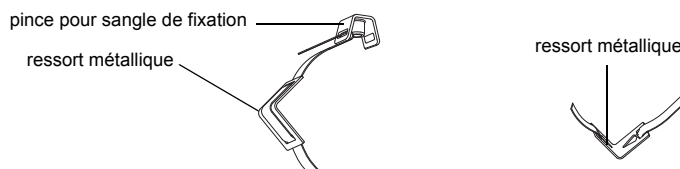

Fig. 9.36: Sangle de fixation avec ressort métallique et pince pour sangle de fixation
- Si nécessaire, faites passer l'extrémité longue de la sangle de fixation à travers le ressort métallique (voir Fig. 9.36). Le ressort métallique ne doit pas être monté :